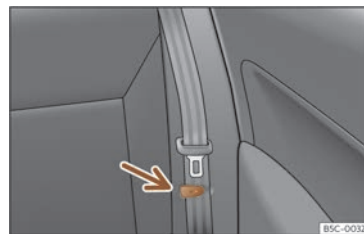

Fig. 89 Asento traseiro: pinza para suxeitar o cinto de seguridade.
- Coloque os cintos de seguridade laterais na pinza do revestimento >>> **fig. 89**.